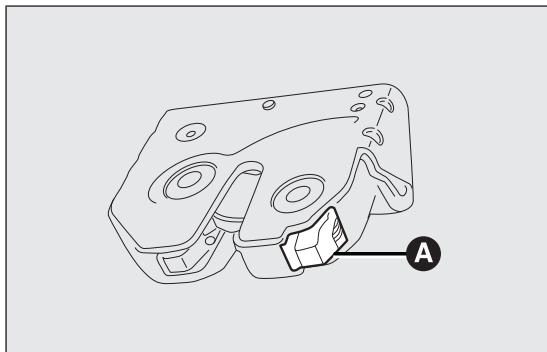

fig. 72
- pour effectuer le débloqué mécanique du hayon en intervenant de l'intérieur du compartiment à bagages, actionner le levier A fig. 72.